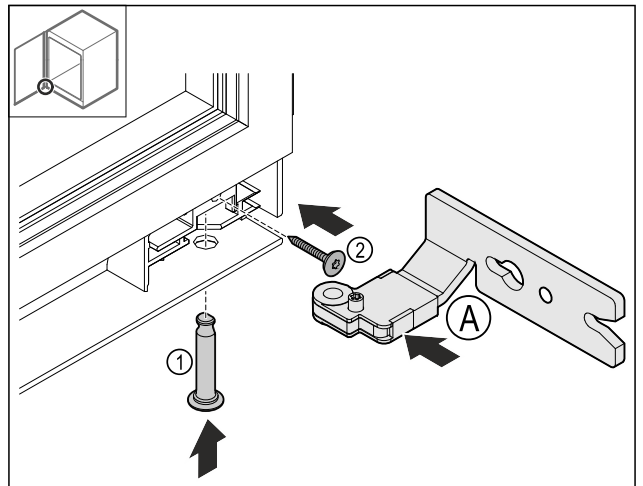

Fig. 27
- Aseta alempi sarana Fig. 27 (A).
- Liitä pultti Fig. 27 (1) ja pidä sitä paikallaan.
- Kierrä ruuvi Fig. 27 (2) kiinni.